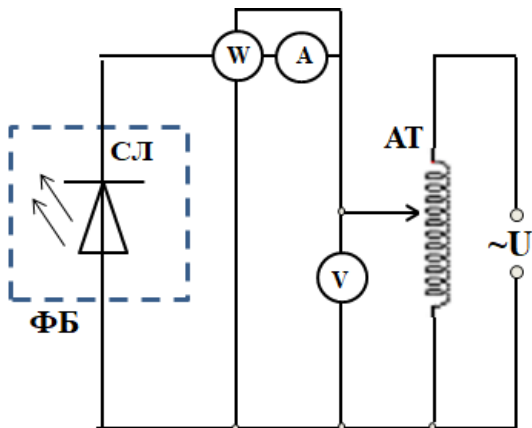

Рис. 14. Схема измерительной установки
Для снятия вольтамперной характеристики ретрофитной лампы необходимо в схеме (рис.14) отключить ваттметр.
1. Перед выполнением работы убедитесь, что стенд отключен от сети электропитания, соберите электрическую схему питания лампы (рис. 14), отключите выключатели всех блоков.
2. Отключите люксметр, а в схеме питания лампы (рис.14) – ваттметр.
1. Перед выполнением работы убедитесь, что стенд отключен от сети электропитания, соберите электрическую схему питания лампы (рис.14), отключите выключатели всех используемых блоков.